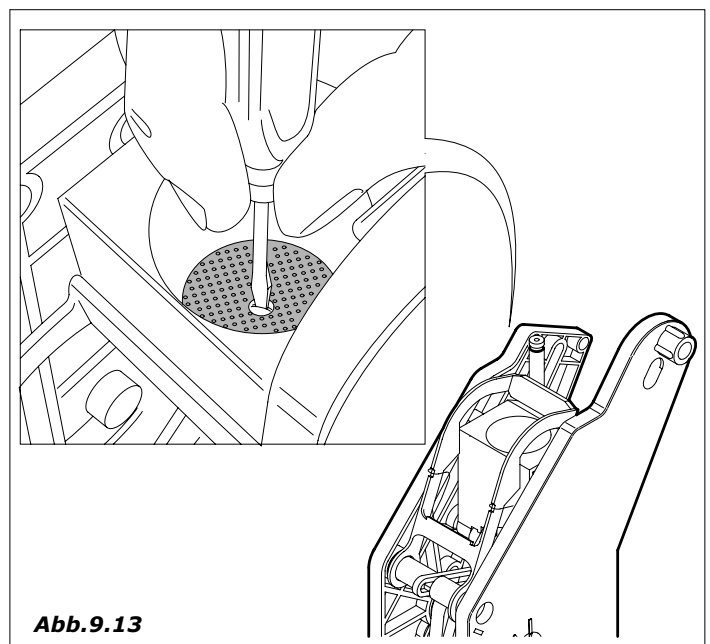

Abb.9.13
- Schraube lockern (*Abb. 9.13*), Filter reinigen und falls erforderlich austauschen.